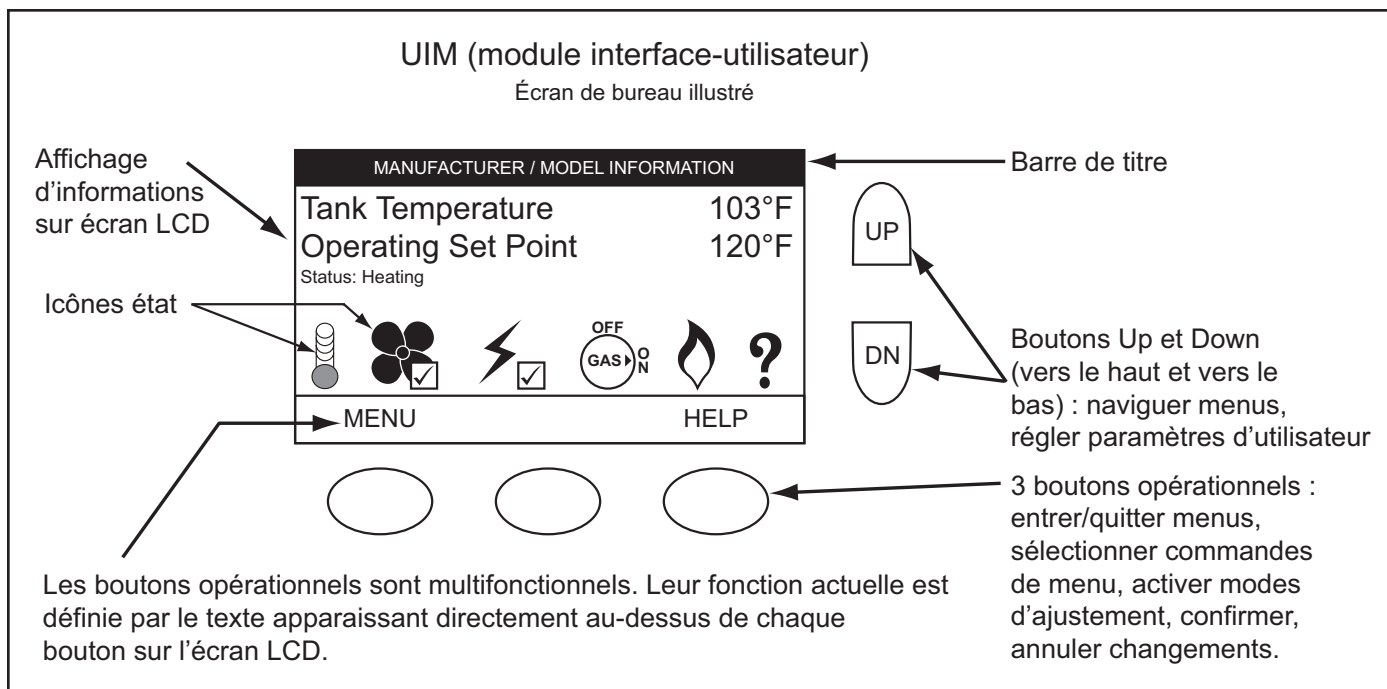

Figure 56
Tous les paramètres d'information opérationnelle et d'utilisateur sont affichés et accédés à partir de l'UIM. L'UIM abrite l'écran LCD (affichage à cristaux liquides) du système de commande et cinq boutons d'entrée utilisateur à action instantanée (à rappel); un bouton vers le haut, un vers le bas et trois (3) boutons opérationnels multifonctionnels sous le LCD, voir la Figure 56.
Les icônes État s'affichent sur l'écran Bureau et transmettent une information opérationnelle et de diagnostic. Les icônes sont décrites dans la table ci-dessous. Voir Figure 56 à la page 44 et la Séquence de fonctionnement à la page 58.
L'état de fonctionnement courant du chauffe-eau s'affiche sur l'écran de bureau sous « Status » (État). Les états de fonctionnement communs sont décrits dans la table ci-dessous. Voir Figure 56 à la page 44 et la Séquence de fonctionnement à la page 58.